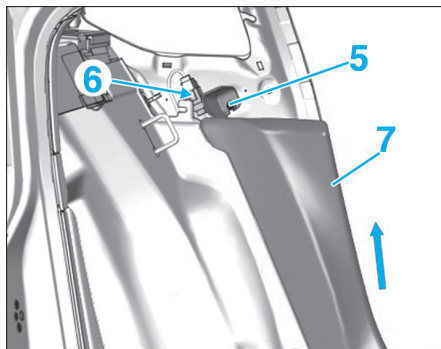
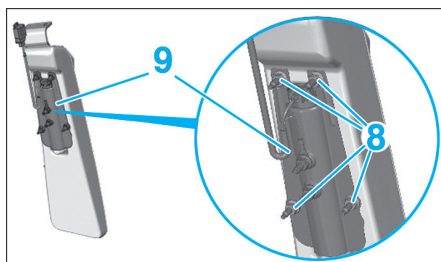
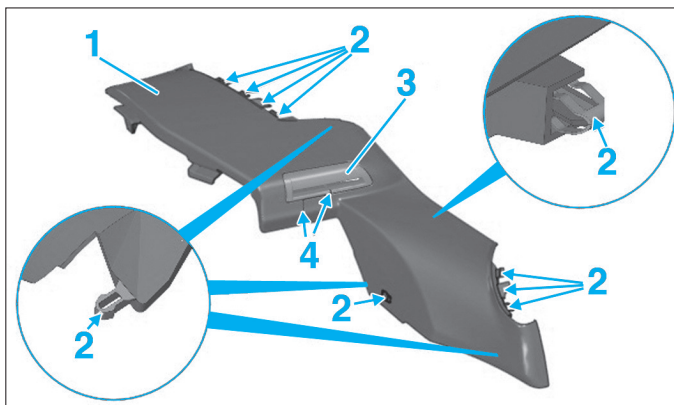
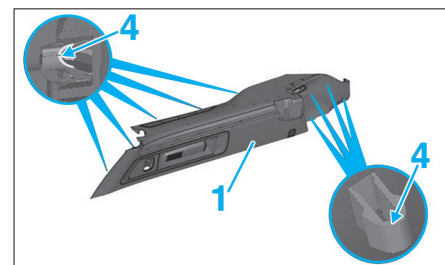

Fig. 13
Fig. 14
Fig. 12
Fig. 16
- la garniture inférieure de custode (1) en (2) (Fig.12).
- l'enjoliveur de ceinture sécurité arrière (3)
- Dégager la ceinture de sécurité arrière par les orifices en (4).
- Déposer la garniture inférieure de custode (1).
- Déposer l'écrou (5) (Fig.13).
- Débrancher, dégager le connecteur (6).
- Déposer la garniture (7) du module d'airbag.
- les écrous (8) (Fig.14).
- le module d'airbag latéral arrière (9).
- La garniture inférieure de custode (1) en (4) (Fig.16).